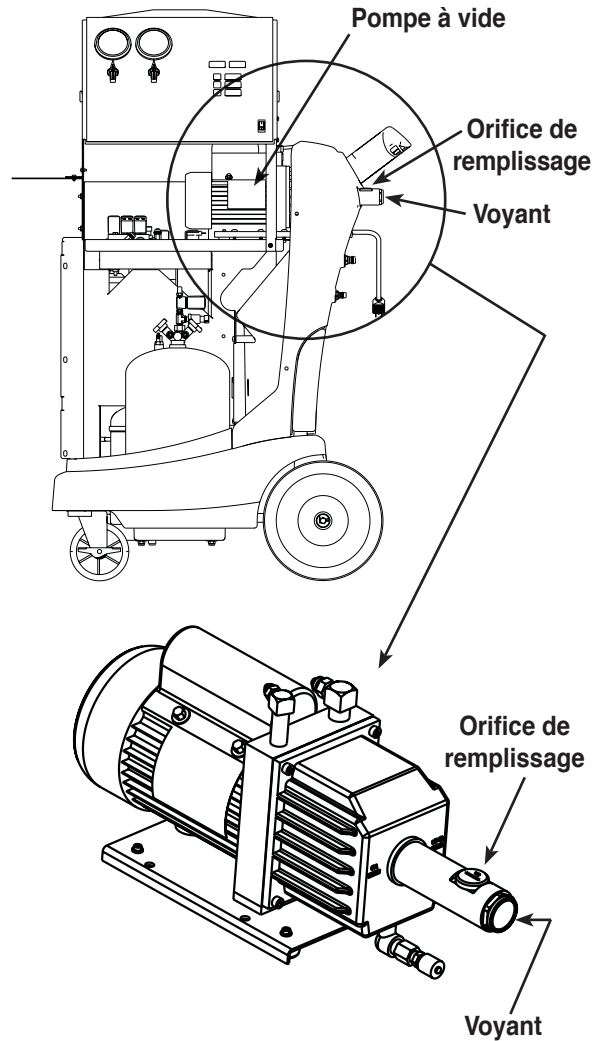

Figure 2
1. Enlevez le bouchon en laiton de l'orifice de remplissage d'huile de la pompe à vide. Reportez-vous à la Figure 2.